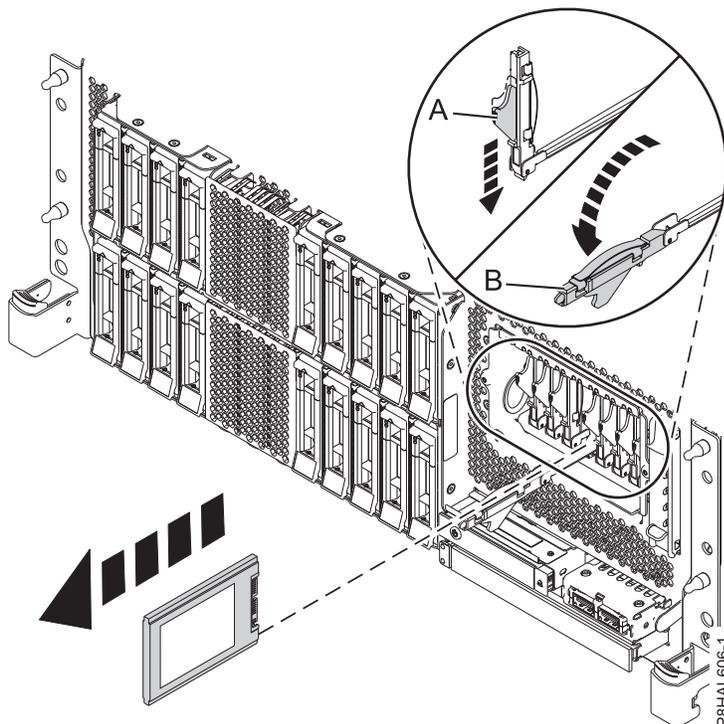
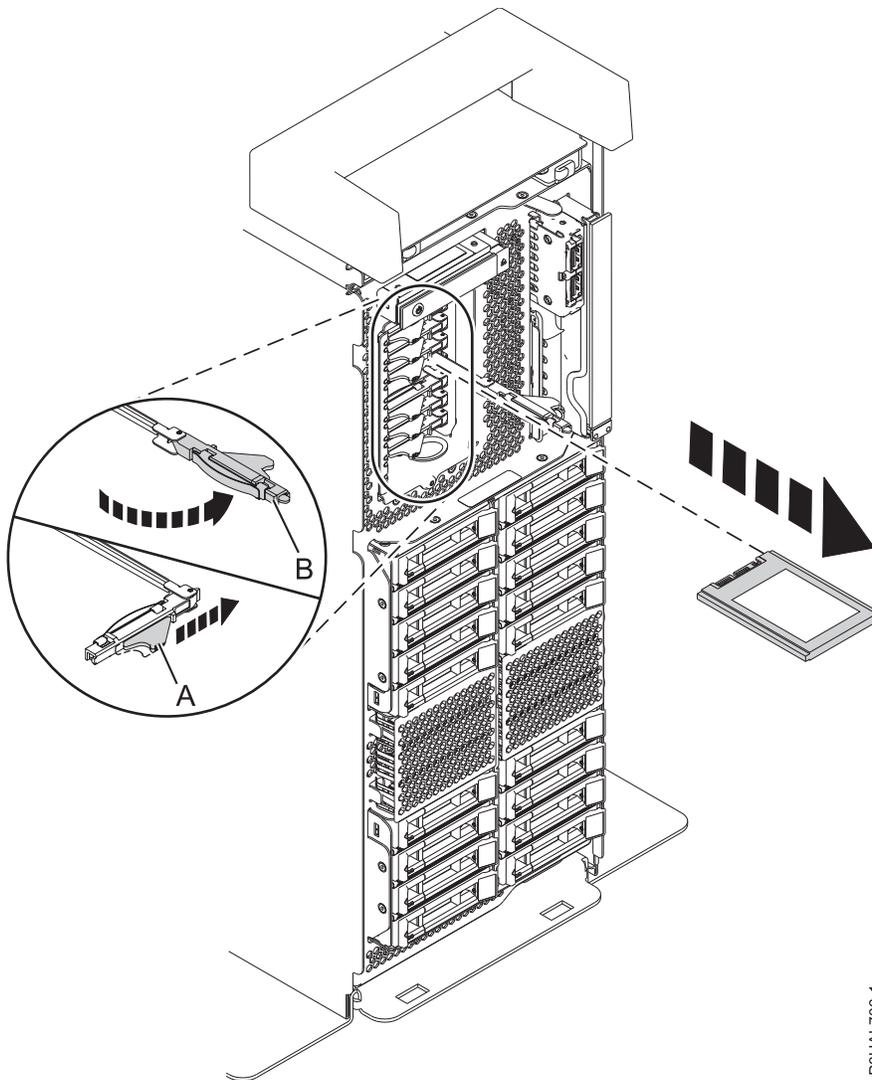

Abbildung 91. Solid-State-Laufwerk in einem Einschubsystem mit erweiterten Funktionen ausbauen
Abbildung 92. Solid-State-Laufwerk in einem Standalone-System mit erweiterten Funktionen ausbauen
13. Wenn die Kennzeichnungs-LED leuchtet, ohne zu blinken, entriegeln Sie den Griff des Laufwerks (B), indem Sie die Verriegelung (A) in die gezeigte Richtung schieben und den Griff des Laufwerks (B) zu sich hin nach außen ziehen. Siehe Abb. 91 und Abb. 92 auf Seite 104. Wird der Griff nicht ganz nach außen gezogen, lässt sich das Solid-State-Laufwerk nicht aus dem System schieben.